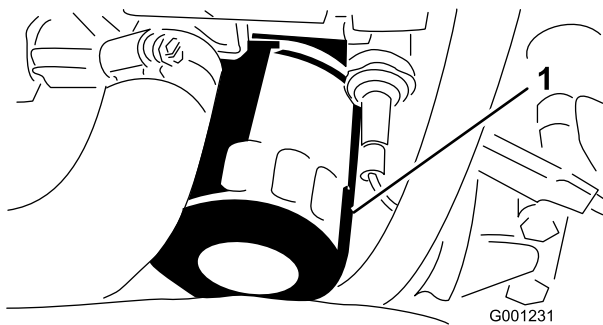

Figura 50
6. Retire el filtro de aceite e instale uno nuevo (Figura 50).